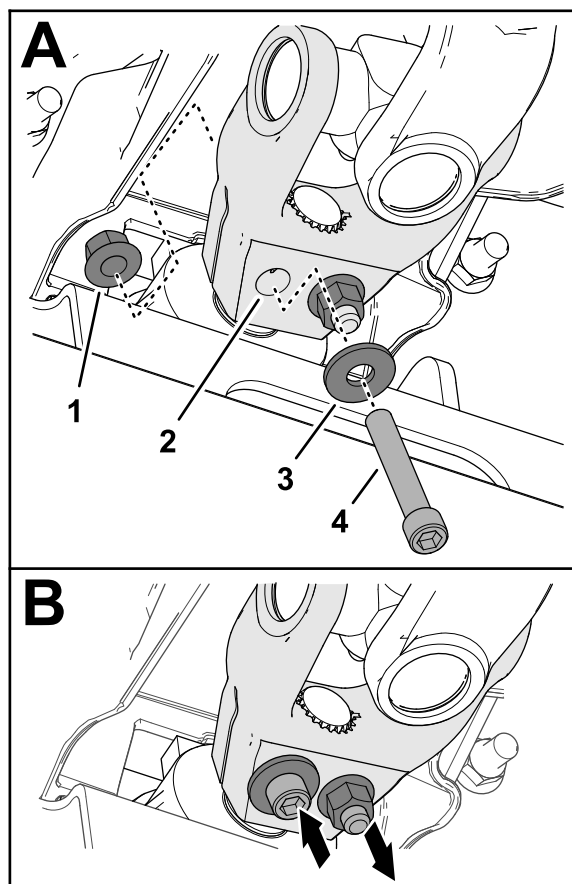

Рисунок 17
- Проденьте колпачковый винт с внутренним шестигранником ($\frac{3}{8}$ x $2\frac{1}{4}$ дюйма) через шайбу ($\frac{3}{8}$ дюйма) и отверстие в вилке ведущего вала (Рисунок 17) и закрепите колпачковый винт фланцевой контргайкой ($\frac{3}{8}$ дюйма).
7. Проденьте колпачковый винт с внутренним шестигранником ($\frac{3}{8}$ x $2\frac{1}{4}$ дюйма) через шайбу ($\frac{3}{8}$ дюйма) и отверстие в вилке ведущего вала с противоположной стороны (Рисунок 17) и закрепите колпачковый винт фланцевой контргайкой ($\frac{3}{8}$ дюйма).